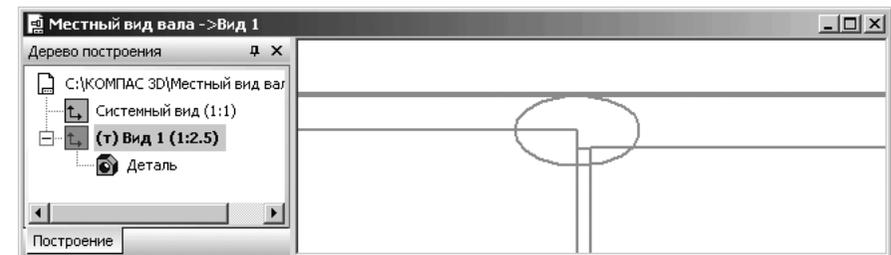

Рис. 4.141. Базовый, опорный вид – **Вид 1**
- щелкните в контекстном меню по пункту **Местный вид**. Появится базовый, опорный вид (рис. 4.141).